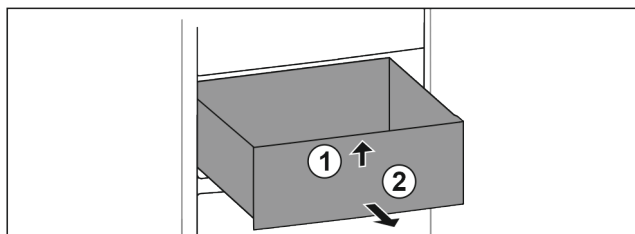

Fig. 137
- ▶ Podignite ladicu sprijeda. Fig. 137 (1)
- ▶ Izvadite ladicu prema naprijed. Fig. 137 (2)